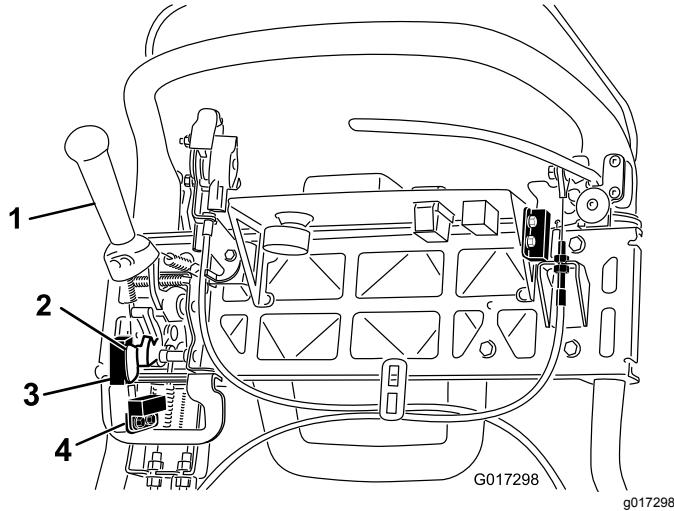

Bild 44
4. Lösen Sie die Befestigungsschrauben des Sicherheitsschalters (Bild 44).
5. Legen Sie eine 1,6 mm dicke Beilagscheibe zwischen den Fahrantriebshebel und den Sicherheitsschalter (Bild 44).
4. Lösen Sie die Befestigungsschrauben des Mähsensors (Bild 44).
5. Legen Sie eine 1,6 mm dicke Beilagscheibe zwischen das Mähsensorflag und den Mähsensor (Bild 44).